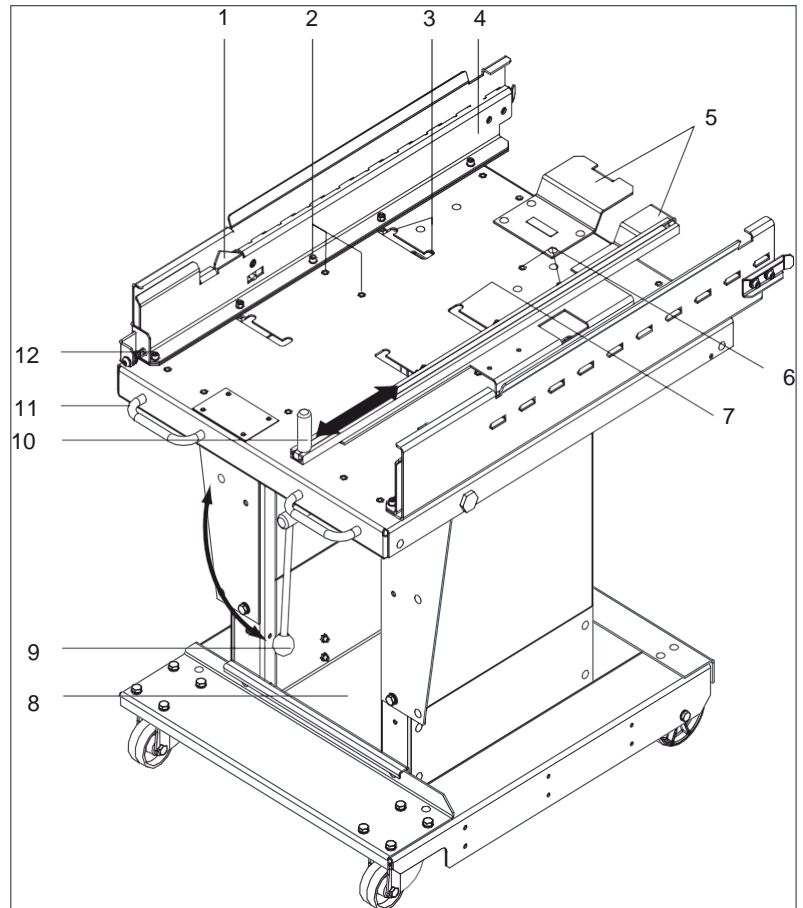

Fig. 12.1
- Dévisser 3 vis de chacun des deux rails de roulement (Fig. 12.1, 2).
- Adapter aussi la position de la tige de déverrouillage (10) à la cellule correspondante (procédé identique).